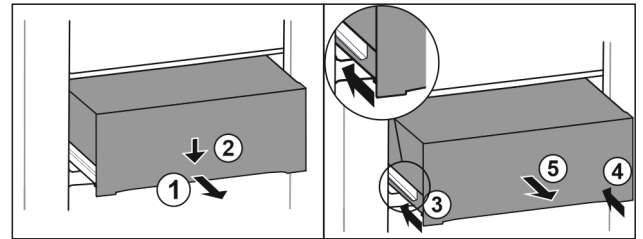

Fig. 123
- ▶ Húzza ki félig a fiókot. Fig. 123 (1)
- ▶ Nyomja le a fiók elülső oldalát. Fig. 123 (2)
- ▶ Tolja be a bal oldali sínt körülbelül 2 cm mértékben. Fig. 123 (3)
- ▶ Tolja be a jobb oldali sínt körülbelül 2 cm mértékben. Fig. 123 (4)
- ▶ Vegye ki a fiókot előre felé. Fig. 123 (5)